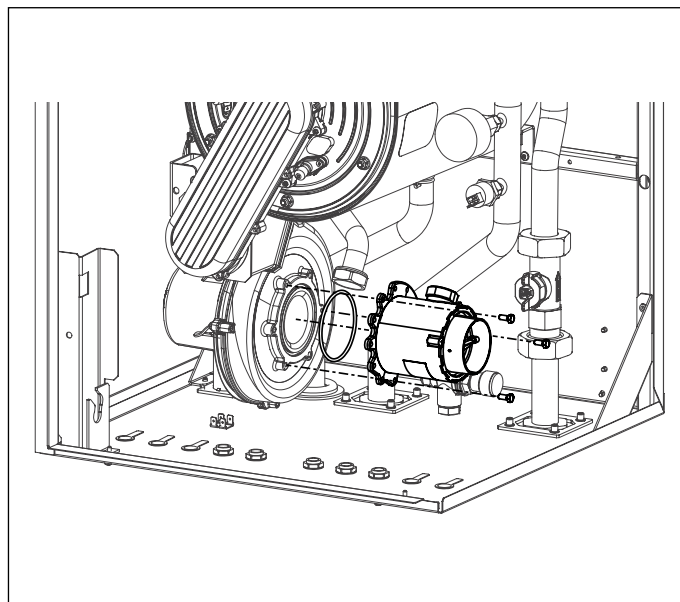

Рис. 35 Змішувач
- Зняти змішувальний вузол, відкрутивши три гвинта з циліндричною головкою (дивись Рис. 35 Змішувач).
- Закріпіть вузол підмісу на вентиляторі за допомогою болтів з циліндричною головкою під шостикутник, не забуваючи встановити між ними кільцевий ущільнювач (див. Рис. 35 Змішувач).